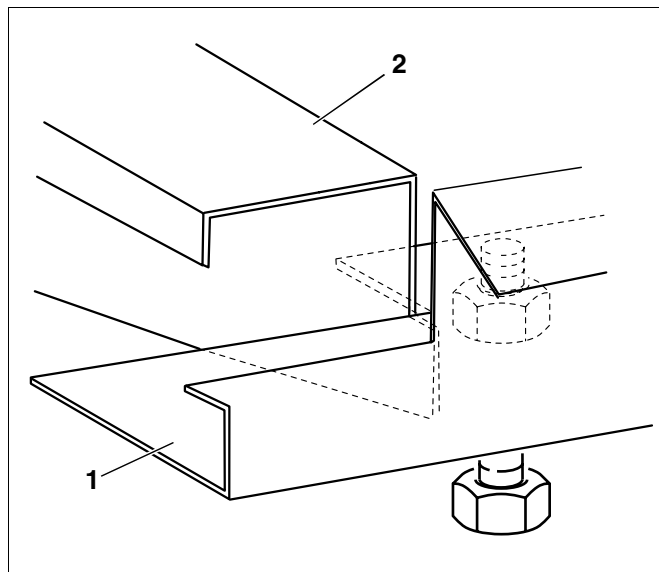

Рис. 39 Продольная планка на поперечной траверсе
- Установить продольную планку (рис. 39, поз. 1) с вырезом спереди на вырез поперечной траверсы (рис. 39, поз. 2).